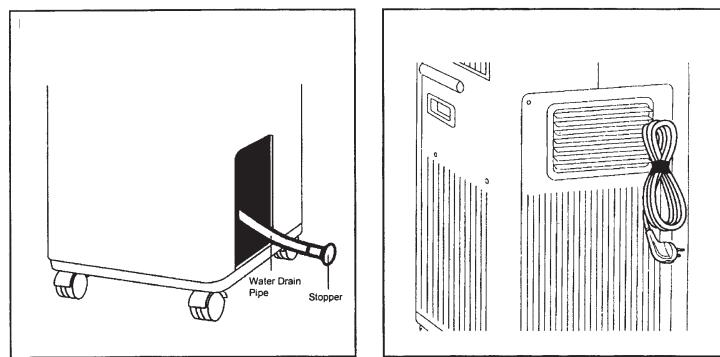

Рис.7
1. Убедитесь, что емкость для воды пуста. Вытащите пробку из дренажного шланга, и полностью слейте конденсат (рис. 7.а).
4. Сетевой шнур должен быть отключен от сети и скручен (рис. 7.б).